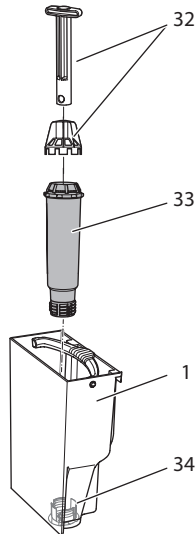

Fig. 19: Enroskar/desenroskar el filtro de agua
- Retira el filtro de agua (véase Fig. 19 en la página 158).
9. Coloca un filtro nuevo dentro del depósito de agua (véase Fig. 19).
3. Retira el filtro de agua (véase Fig. 19).